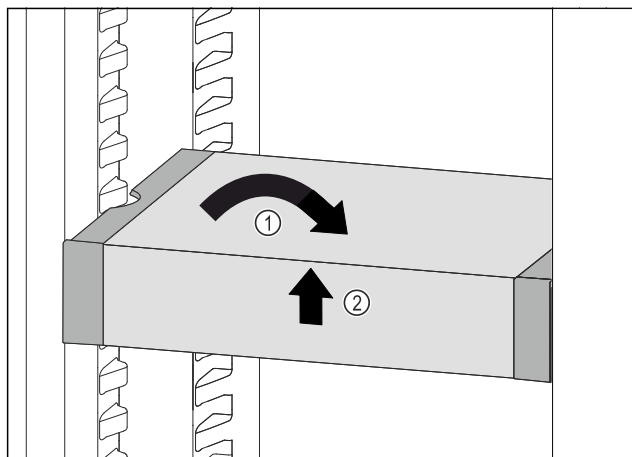

Fig. 191
- VarioSafe postavte rovně. Fig. 191 (1)
- VarioSafe vpředu zvedněte. Fig. 191 (2)